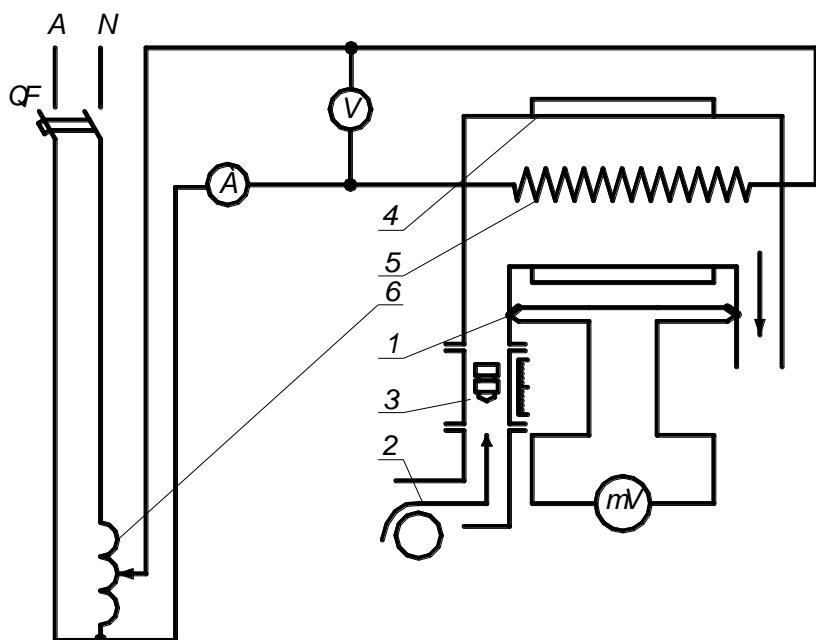

Рисунок 1 – Установка для определения средней теплоемкости воздуха
Основным элементом экспериментальной установки является проточный калориметр (рисунок 1). Он состоит из стеклянной трубы, в которой смонтирован электронагреватель
- 3 Рисунок 1 и таблицу 1.